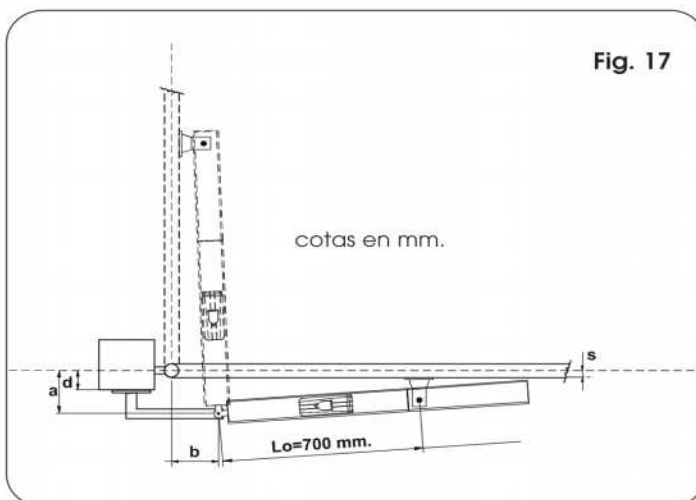

Fig. 17
9.1. APERTURA HACIA EL EXTERIOR CON MONTAJE DEL OPERADOR EN EL INTERIOR (Fig. 17)